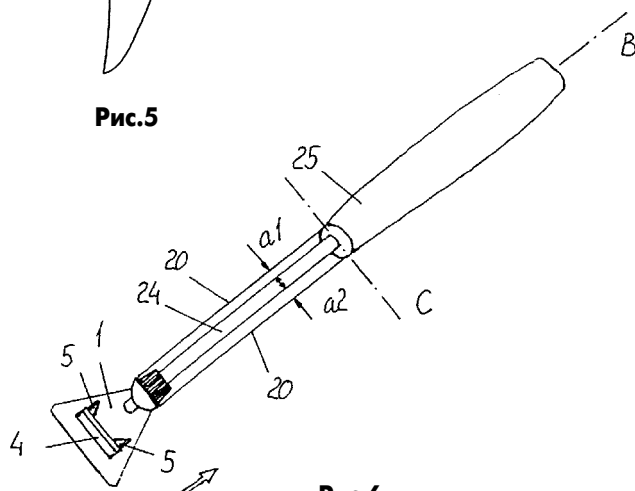

Рис.6
**Нож для нарезки сыра** описан в международном патенте РСТ 01/05561 (2001 г.). На рукоятке 25 (рис.6) закреплен держатель 24, на головку которого надета тонкая проволока 20, проходящая с одной стороны держателя на расстоянии  $a_1$ , а с другой - на расстоянии  $a_2$ . Величины  $a_1$  и  $a_2$  определяют толщину нарезанных ломтей сыра и их можно устанавливать поворотом головки держателя 24. Кроме того, на головку держателя установлен дополнительный треугольный нож 1, в котором имеется лезвие 4 для обрезки краев ломтей.